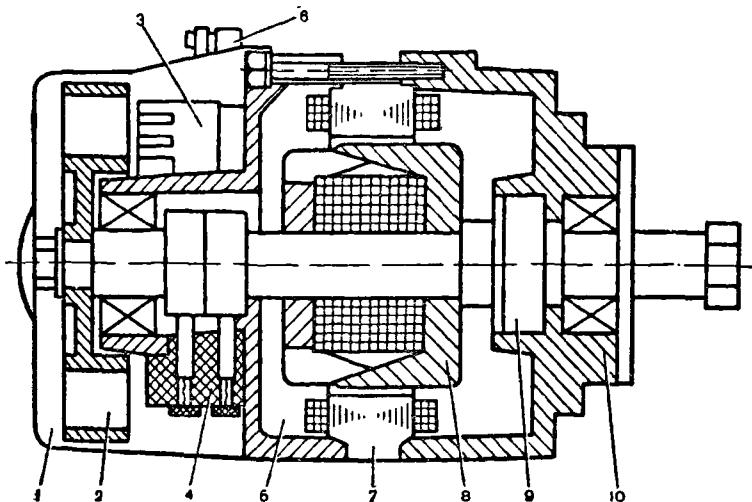

Рис. 67. Разрез генератора Г-424:
**Генератор Г-424.** Генератор Г-424 (рис. 67) представляет собой трехфазную 12-полюсную синхронную электрическую машину закрытого исполнения, с электромагнитным возбуждением, со встроенным выпрямителем ВБГ-2А. Он работает совместно с реле-регулятором РР-330. Принцип действия генератора Г-424 аналогичен принципу действия любой другой трехфазной машины с электромагнитным возбуждением, но имеет характерные особенности, присущие только этому генератору. При трогании с места и разгоне мотоцикла обмотка возбуждения генератора должна питаться от аккумуляторной батареи.
Для разборки генератора (см. рис. 67) необходимо снять кожух 1, отвернув два винта и сняв угольники. Отвернуть винт М6, снять вентилятор 2, выпрямительный блок 3, клеммную колодку и щеткодержатель 4, вывернув соответствующие винты и гайки, заметить места отсоединения кабельных наконечников. Слегка вталкивают выводные болты статора внутрь крышки 5. Выворачивают три стяжных винта и снимают крышку 5 легкими ударами деревянного или резинового молотка по приливам для стяжных болтов. Затем вынимают ротор в сборе из крышки 10. Со стороны контактных колец съемником снимают подшипник с вала.
Генератор Г-424 собирают в обратном порядке разборки. Фиксаторы на крышках генератора и статора должны составлять одну прямую линию. Перед сборкой крышки 5 (см. рис. 67) в отверстия продевают выводные болты статора так, чтобы надетые на них изоляционные втулки были утоплены в соответствующие углубления в крышке, а головки выводных болтов — во втулках.